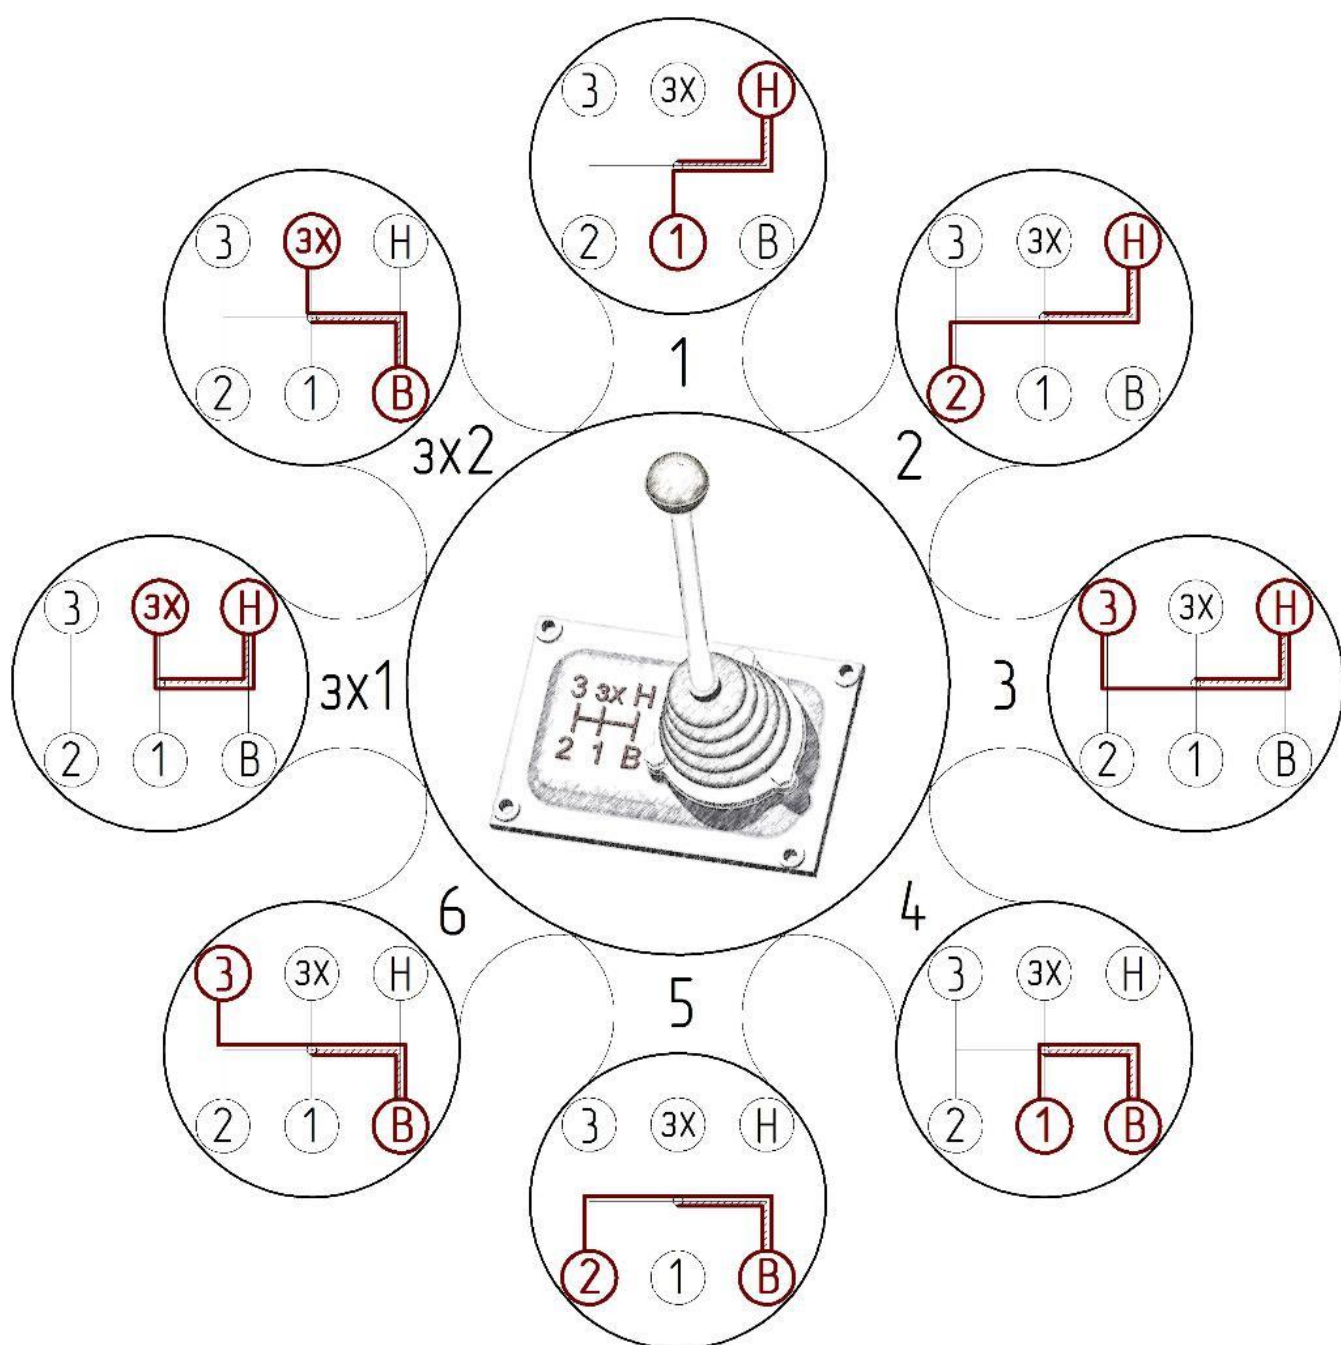

Рис. 3-13. Схема переключения передач
- плавно, без рывков, включить выбранную передачу (рис. 3-13). Выбрать рычагом положение «Н» (низкие передачи), затем перевести рычаг в позицию «1» с которой необходимо производить трогание с места. Если передача не включается, вернуть рычаг переключения передач в нейтральное положение, отпустить педаль сцепления, включить требуемую передачу,